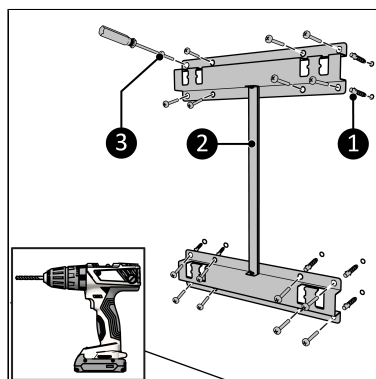

Figure 8.
3. Insérez des chevilles murales (Figure 8, pos. 1).
4. Vissez et fixez le support mural (Figure 8, pos. 2) au mur avec huit grandes vis à l'aide d'un tournevis cruciforme (Figure 8, pos. 3).